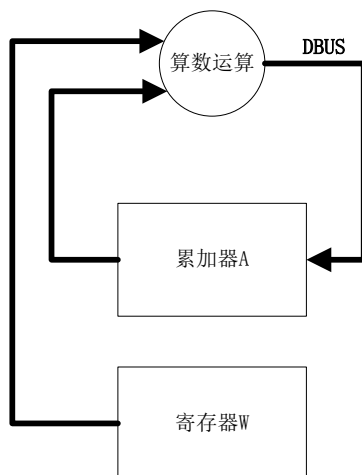

图 7-3: path alu\_add, a 微指令的数据通路
2. 此时准备执行微指令 path alu\_add, a。分析此时 DM1000 的状态：A 和 W 的值需要做无进位的加法运算，那么相关控制信号  $M=0$  (ALU 做算术运算)， $C=1$  (无进位)， $S_3 S_2 S_1 S_0 = 1001$  (加法)，FLAG\_REG\_EN 为低电平，标志寄存器使能，准备保存运算结果的各个标志； $X_3 X_2 X_1 X_0 = 0100$ ，就会打开 ALU 直通输出 D\_gate，将运算结果输出到数据总线上；A\_REG\_EN 为低电平，累加器 A 写使能，准备将数据总线上的计算结果写入累加器 A。数据通路如图 7-3 所示，注意，在环路上的累加器 A 确保这个通路符合同步时序电路的要求。控制器模块 CU 中的 ROM 输出的控制信号如表 7-3 所示。
请读者参考图 7-3，将“path alu\_add, a”微指令的数据通路在 ALU 模块的原理图中使用红色标识出来，也就是将所有参与构造此数据通路的网络连线选中后，在右侧的“属性”窗口将绘制颜色修改为红色。